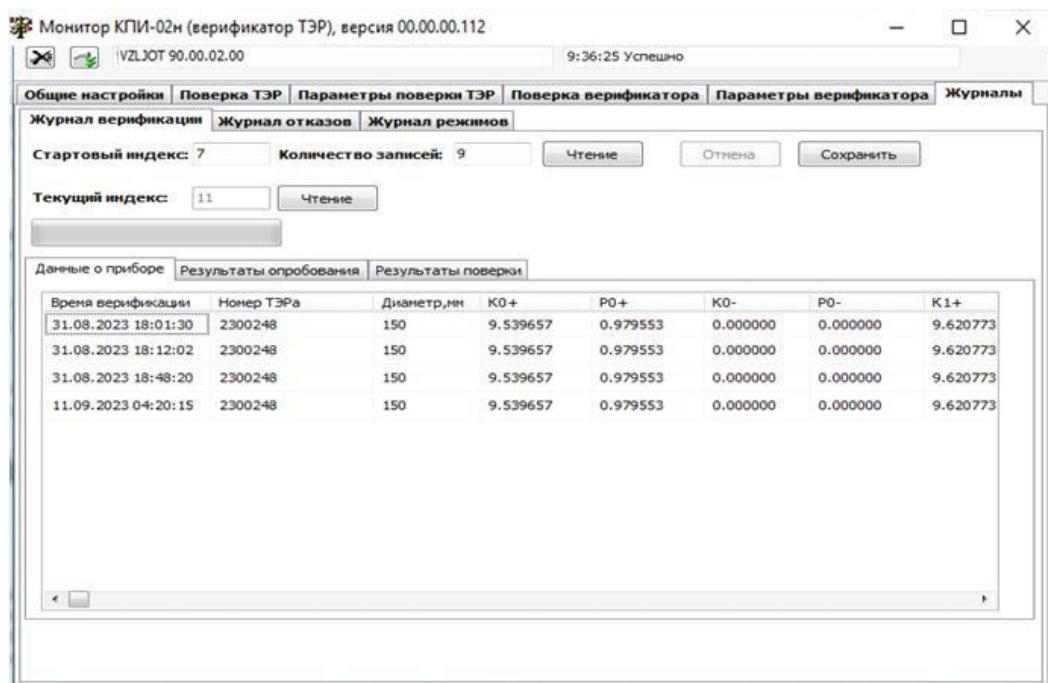
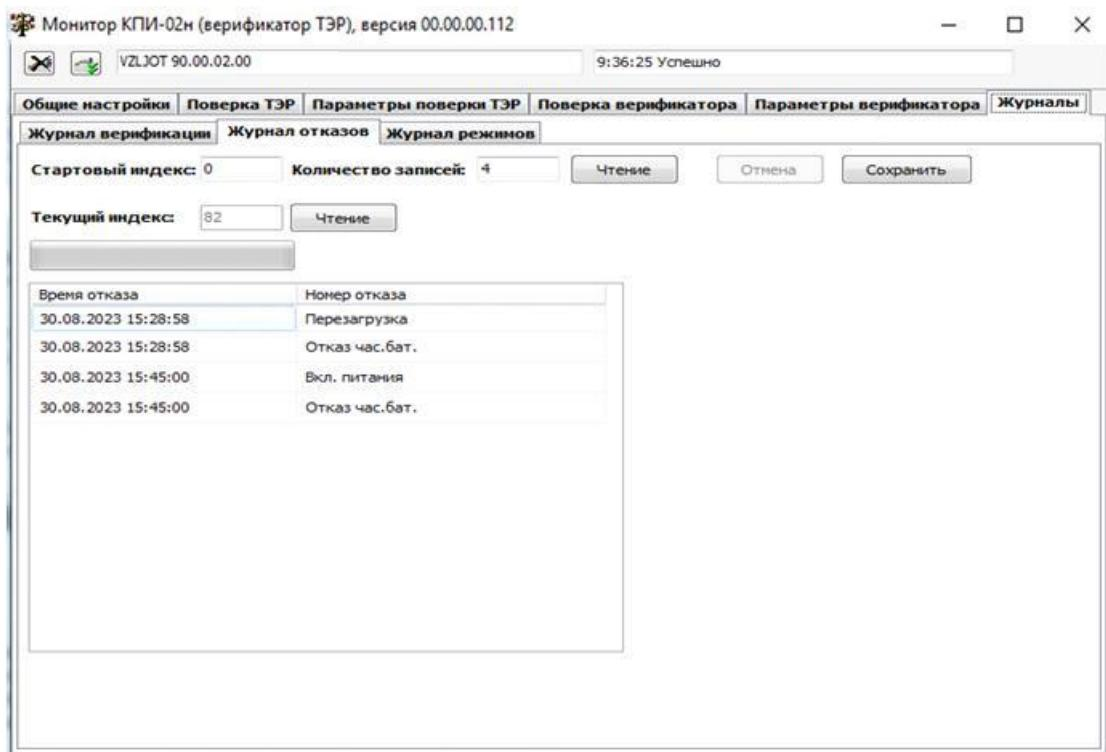
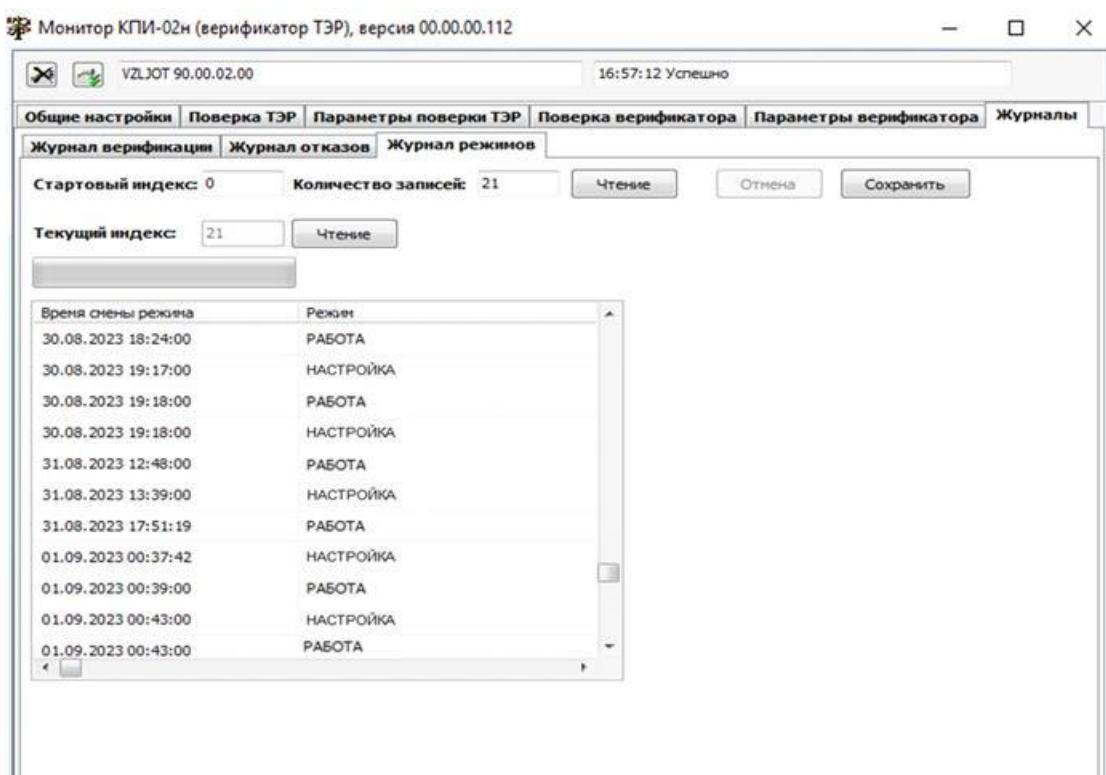

Рис.9. Вкладка «Журналы» / «Журнал верификации».
Рис.10. Вкладка «Журналы» / «Журнал отказов».
Рис.11. Вкладка «Журналы» / «Журнал режимов».
3.4.6. Во вкладке **Журналы** (рис.9) доступны для чтения результаты поверки ТЭР (раздел «Журнал верификации»), а также **Журнал отказов** (рис.10) и **Журнал режимов** (рис.11).
Аналогичным образом можно сохранить на ПК содержимое журнала отказов и журнала режимов. Для этого необходимо нажать кнопку **Сохранить** (см. рис.10, рис.11) и выбрать на ПК папку для хранения содержимого журналов. Запись происходит в формате .xls.